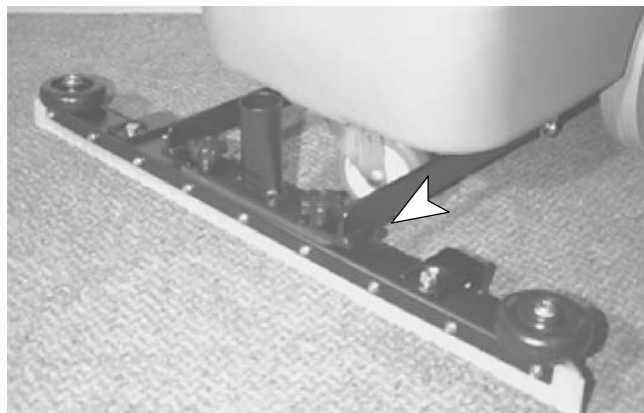

図 5
10. スクイージーアッセンブリをブラケットに取り付け、2つのチョウネジを締めて固定します。(図 5)